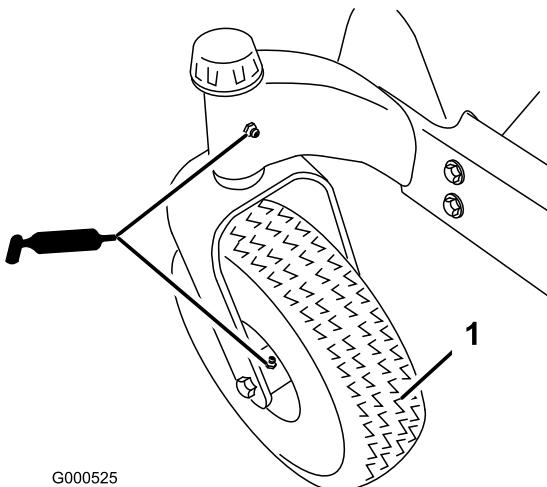
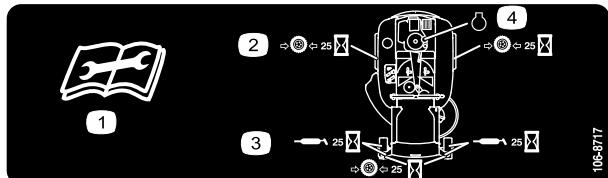

Figura 30
Figura 31
3. Pulite i raccordi d'ingrassaggio (Figura 30 e Figura 31) con un cencio, e togliete eventuali tracce di vernice davanti ai raccordi.
4. Collegate un ingassatore a pressione a ciascun ingassatore (Figura 30 e Figura 31). Pompatate del grasso nel raccordo finché non inizia a fuoriuscire dai cuscinetti.